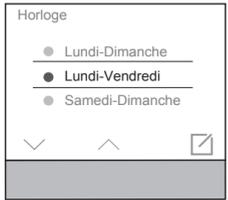

Figure 12 : Réglage de l'horloge
- Avec \, confirmer (figure 12).